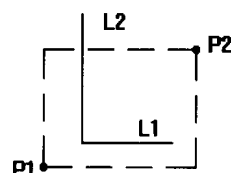

图 1-2
2. 用窗口方式选取 窗口选取方式有两种:“W”窗口及“C”窗口。其差别在于“W”窗口要求所选物体必须完全处于窗口内,才被选中;而“C”窗口则不然,它不仅能选中窗口内的目标而且还能选中与窗口边界交叉的目标。如图1-2所示,同样都由对角顶点P1和P2构成的窗口,当窗口定义为“W”时,完全位于窗口内的线L1被选中,L2则未被选中;而当窗口定义为“C”时,L1和部分位于窗口内的L2都被选中了。窗口的大小由两对角顶点坐标来确定。
第一角点:	用鼠标拾取图1-2中P1点
另一角点:	用鼠标拾取图1-2中P2点